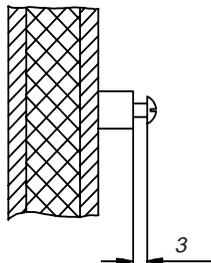

Fig. 3.3
**Remarque:** Si la cabine du sauna ne possède pas de tubes vides, les câbles du sauna doivent être posés à l'extérieur sur la cabine, de préférence dans une rainure des planches profilées. C'est pourquoi l'appareil de commande doit être monté avec un léger écartement afin que les câbles puissent être guidés jusqu'à l'appareil de commande. Les trois petits tubes d'écartement fournis sont destinés à cette fin et permettent, comme montré dans la fig. 3.3, de tenir à distance l'élément inférieur.